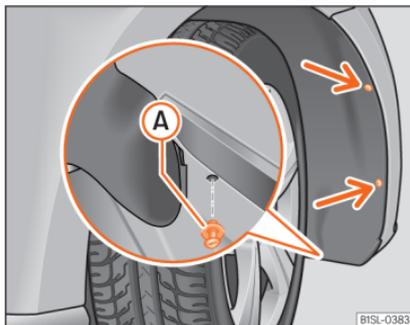

Abb. 50 Radhausschale vorn rechts: Zugang zur Glühlampe
- Schrauben Sie die 2 Befestigungsschrauben der Radhausverkleidung »» **Abb. 50** (Pfeile) mit dem Schraubendreher aus dem Bordwerkzeug heraus »» **Seite 38**.
- Spreizniete in die Radhausverkleidung und den Stoßfänger einsetzen und vollständig hineindrücken »» **Abb. 50** **A**.
- Schrauben Sie die beiden Befestigungsschrauben »» **Abb. 50** (Pfeile) mit einem Schraubendreher fest.